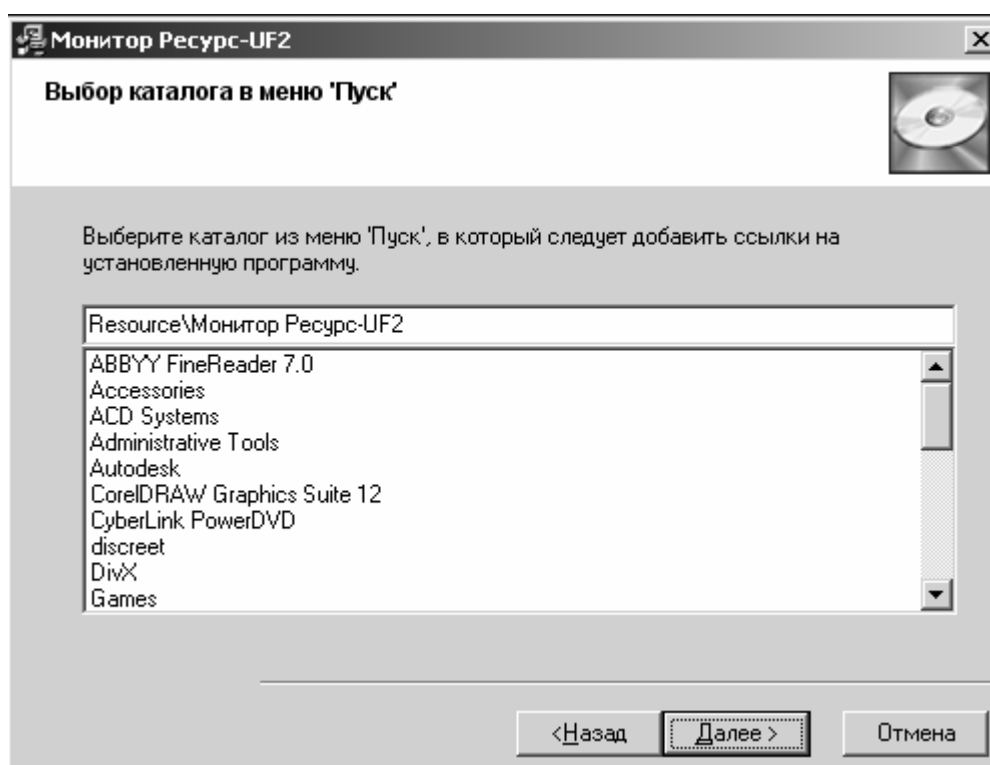

Рисунок 3.3 Диалог «Выбор каталога в меню «Пуск» («Start»)
3.4.3 На следующем этапе установки пользователю предложат уточнить имя каталога в меню «Пуск» («Start») (рисунок 3.3).